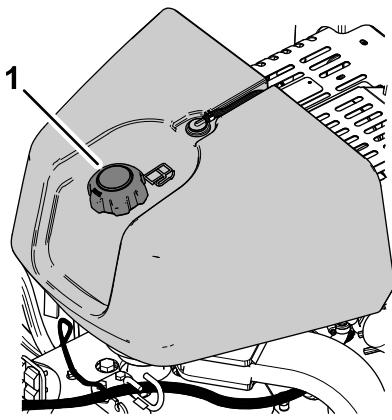

図 30
- 燃料キャップの周囲をきれいに拭いてキャップを外す図 30。